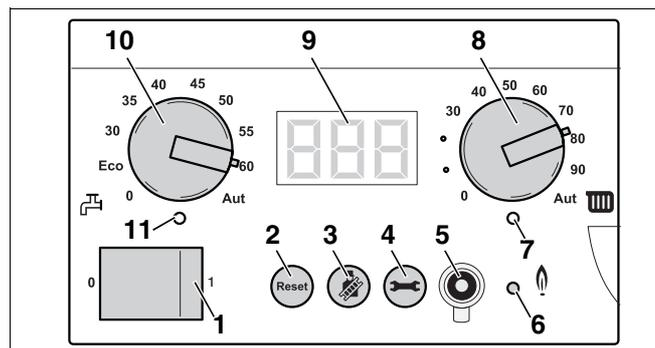

Fig. 82 Regolatore di base BC10
- Disattivare l'impianto di riscaldamento agendo sull'interruttore di esercizio del regolatore di base Logamatic BC10 (fig. 82, **pos. 1**).
- Attivare l'impianto di riscaldamento agendo sull'interruttore d'esercizio del regolatore di base Logamatic BC10 (fig. 82, **pos. 1**).
- Dopo l'accensione del LED "Bruciatore" (fig. 82, **pos. 6**) attendere un minuto, finché la caldaia funzioni a carico parziale.
- Premere il tasto "Spazzacamino" (fig. 82, **pos. 3**) fino alla scomparsa del punto sul display.